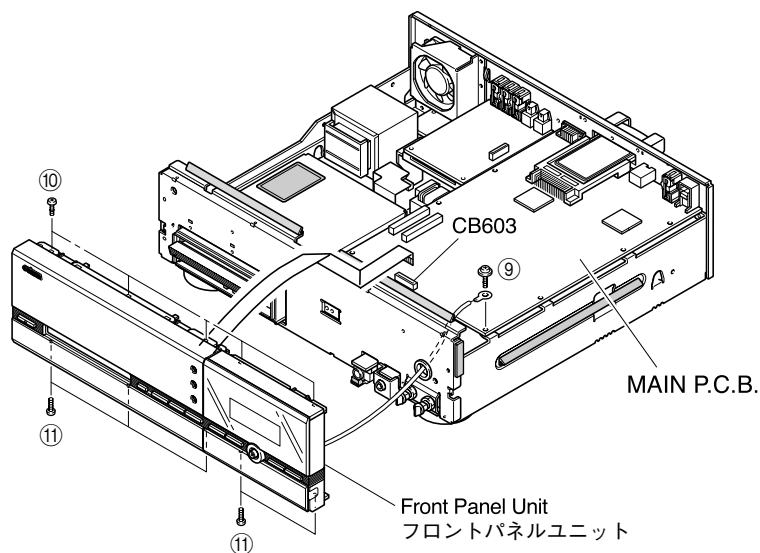

Fig. 13
- b. Disconnect the connector (CB603). (Fig. 13)
- c. Remove 1 screw (⑨) and disconnect the grounding wire. (Fig. 13)
- d. Remove 5 screws (⑩) and 5 screws (⑪). (Fig. 13)
- e. Remove the Front Panel Unit forward. (Fig. 13)
- b. CB603を外します。(Fig. 13)
- c. ⑨のネジ1本を外し、アース線を外します。(Fig. 13)
- d. ⑩のネジ5本、⑪のネジ5本を外します。(Fig. 13)
- e. フロントパネルユニットを前方に外します。(Fig. 13)